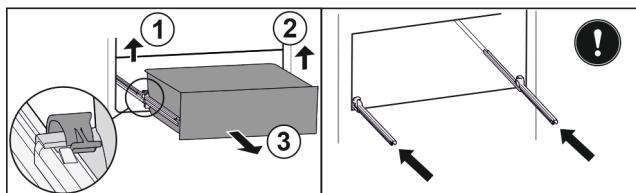

Fig. 45
- ▶ Повдигнете лявата скоба и едновременно с това изтеглете напред чекмеджето отляво. Fig. 45 (1)
- ▶ Повдигнете дясната скоба и едновременно с това изтеглете напред чекмеджето отдясно. Fig. 45 (2)
- ▶ Извадете чекмеджето напред. Fig. 45 (3)